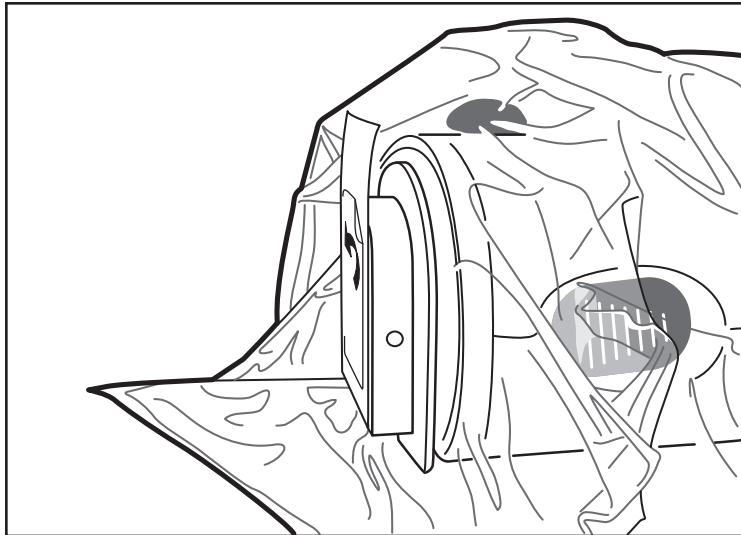

**Figura 6. Saccia posizionata**
7. Per posizionare la saccia, interrompere l'inserimento dell'unità di azionamento MDUS PLUS al suo interno non appena questa aderisce completamente al dispositivo. Non è necessario che l'operatore in campo sterile faccia avanzare completamente l'unità di azionamento MDUS PLUS fino alla piastra anteriore della saccia. La presenza di uno spazio tra la protuberanza dell'unità di azionamento MDUS PLUS e la piastra anteriore sulla saccia è normale (Figura 6).